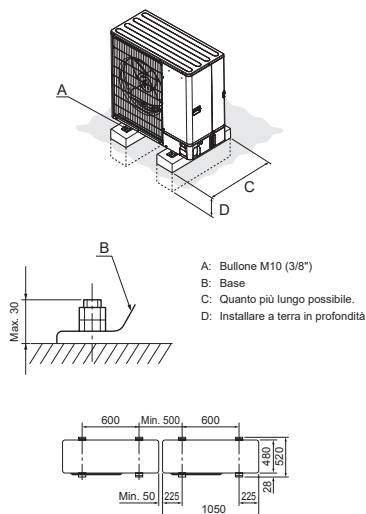

Fig. 4-1
- Assicurarsi di installare l'unità su una superficie solida e in piano, per evitare rumori di sbattimento durante il funzionamento. (Fig. 4-1)